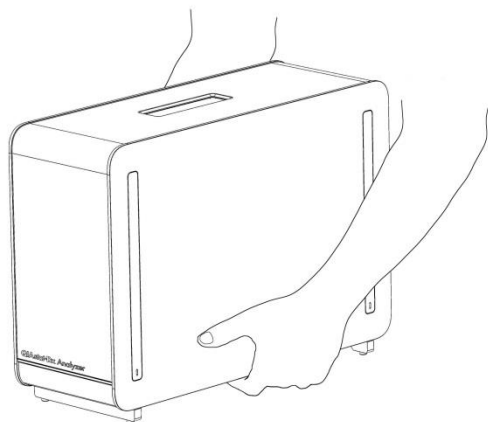

图 1. 正确处理分析模块。
**提示：**如图 1 所示，必须使用双手将分析模块从底座抬离，然后再搬运。